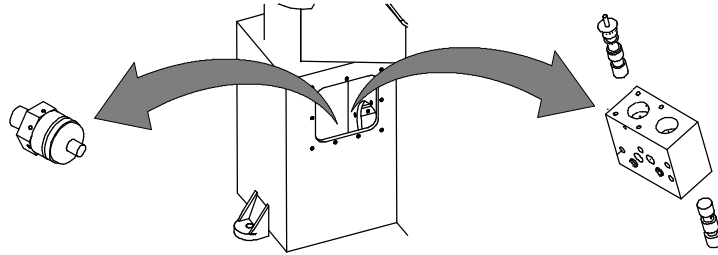

Abb. 25
a) Kontrollieren, ob der Druckwächter (Code 02003639, Detailzeichnungen 5-6-7) und den Schaft der Verteilers (Code 01011904 + 01011909, Detailzeichnungen 5-6-7) richtig funktionieren und ob der ihr Betrieb vielleicht durch Verunreinigungen gestört ist (Abb. 25).